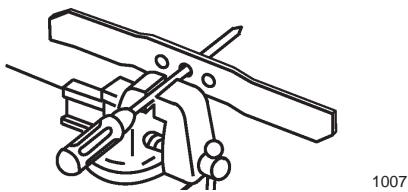

Figure 27
1. Vérifiez l'équilibre de la lame en enfiler le trou central sur un clou ou la tige d'un tournevis serré horizontalement dans un étau (Fig. 27).